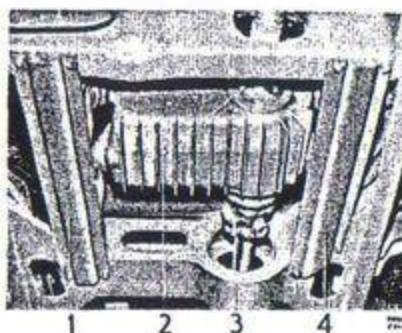

Bild 65. Fördelningsväxellåda sedd underifrån.
2. Lossa kardanaxlarna från växellådans medbringare (bild 65 punkt 2 och 3).
4. Placera en domkraft under växellåden. Lossa skruvarna för bärbalkarna (bild 65 punkt 1 och 4). Sänk ned växellåden.